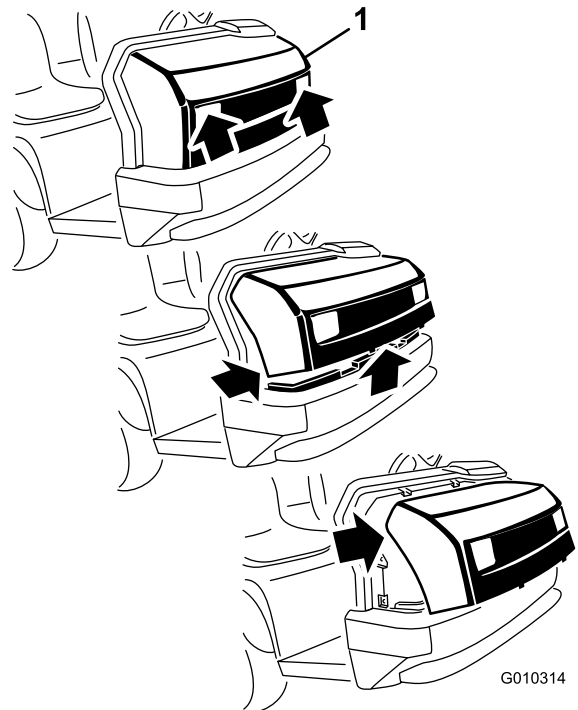

Figure 3
1. Saisissez le capot par les ouvertures des phares et soulevez-le pour dégager les pattes de fixation inférieures des fentes du châssis (Figure 3).
2. Faites pivoter le bas du capot vers le haut jusqu'à ce que vous puissiez dégager les pattes de fixation supérieures des fentes du châssis (Figure 3).
3. Faites pivoter le haut du capot en avant et débranchez les connecteurs des fils des phares (Figure 3).